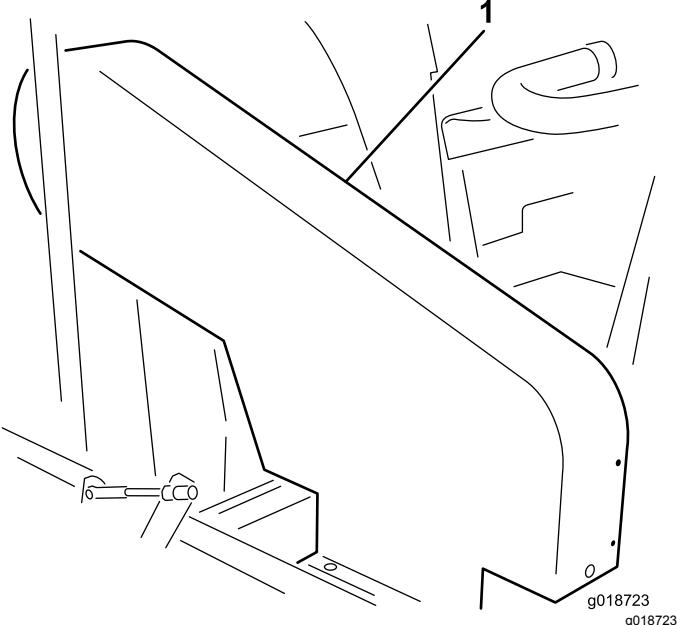

图19
注意 检查皮带张紧力无需卸下上皮带防护罩 图19。如果要拆下皮带防护罩请卸下将防护罩固定至机架的 4 个螺栓、垫圈和螺母。不要在未安装防护罩时操作机器。
使用 1822N 的力按压叶轮与离合皮带轮之间的皮带中间位置检查皮带的张紧力。皮带应下压 1.3cm。如果下压不正确请参阅 调节叶轮传动皮带 \(页码 19\)。如果下压正确请继续正常操作 图19。
使用 1822N 的力按压中间动轴与离合皮带轮之间的皮带中间位置检查皮带的张紧力。皮带应下压 6mm。如果下压不正确请参阅 调节中间动轴皮带 \(页码 20\)。如果下压正确请继续正常操作 图19。
1. 卸下将上防护罩固定到机架的 4 个螺栓、垫圈和螺母 图19。